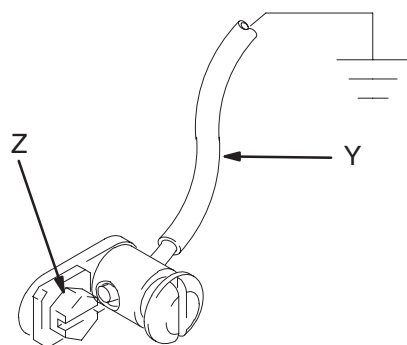

Fig. 1
1. *Pompes King*: utiliser un fil et une pince de terre. Voir la Fig. 1. Enlever la vis de terre (Z) et l'introduire dans l'œil de la cosse située à l'extrémité du fil de terre (Y). Refixer la vis de terre sur la pompe et bien serrer. Brancher l'autre extrémité du fil sur une véritable terre. Pour commander le fil et la pince de terre, indiquer la réf. no. 222011.